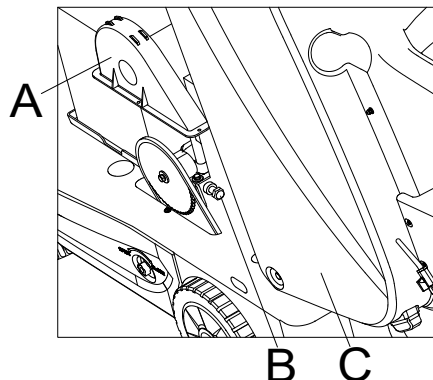

Figura 41
5. Quando a roda traseira estiver solta, abra a tampa (C, Figura 41) e a tampa da corrente da roda (A, Figura 41), ajuste o parafuso de ajuste da corrente da roda (B, Figura 41) para garantir que a corrente da roda esteja bem apertada.